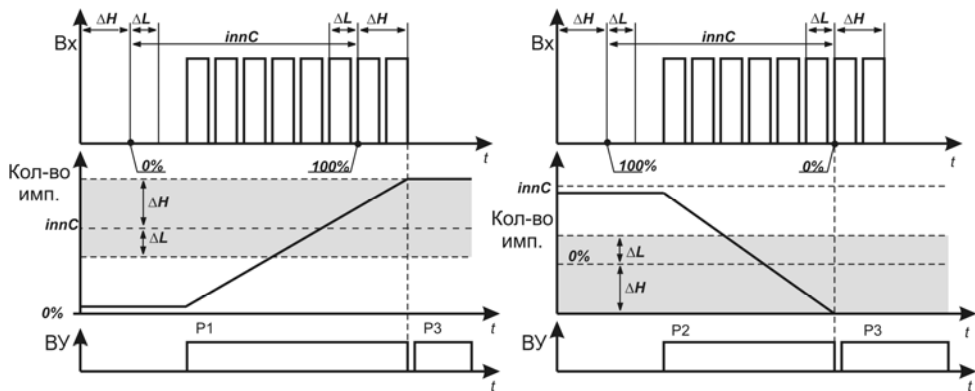

Рисунок 3.9
– холостой ход вала электропривода (проскальзывание) происходит, если значение счетчика превысило значение **innH**, а сигнал о превышении периода следования импульсов не поступил (см. рисунок 3.9, а – для открытия, б – для закрытия,  $\Delta L = innC - innL$ ,  $\Delta H = innH - innC$ ).